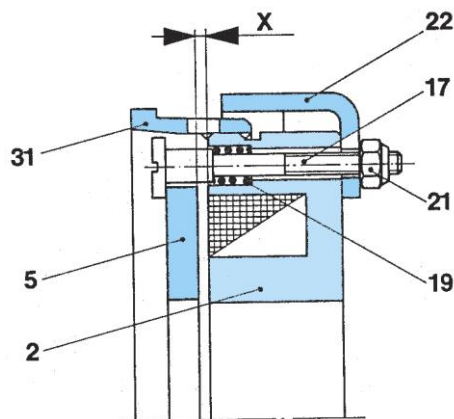

Fig. 5
Les tiges filetées (17) ne doivent être serrées par les écrous autobloquants que de façon à avoir au moins une cote "X" entre le disque de freinage (5) et le porte-bobine (2) comme indiquée dans le tableau 4 et illustrée à la fig. 5.